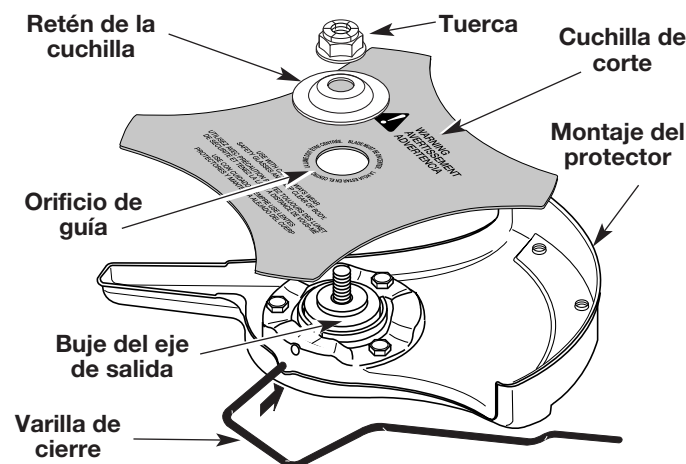

Fig. 10
4. Coloque la cuchilla de corte en el buje del eje de salida (Fig. 10).